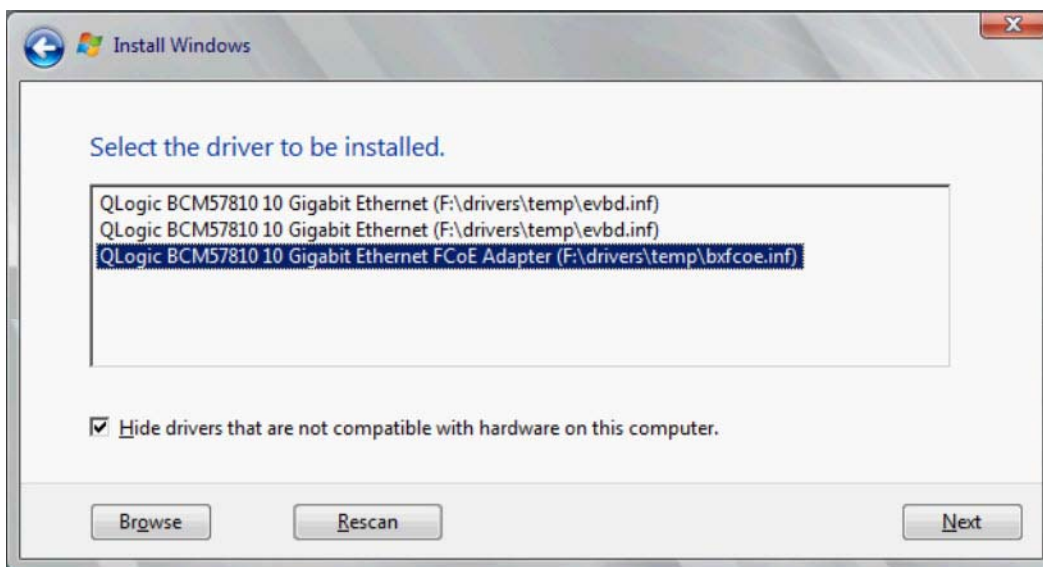

Figura 14-12. Instalação do driver bxfcoe
2. Carregue o driver bxfcoe (OFC) (Figura 14-12).